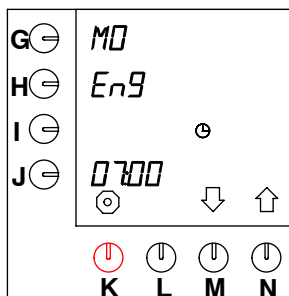

Fig. 31 Impostazione della lingua
- Dopo 10 secondi, sullo schermo, accanto al tasto di programmazione, lampeggia l'impostazione standard "EnG" (vedere fig. 31).